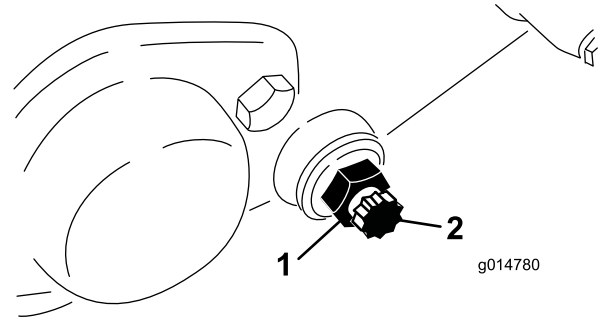

图62
3. 在机器的两侧，松开固定底刀架螺栓（图62）的锁紧螺母。
4. 拆下两个底刀架螺栓，向下拉动底刀架并从机器上拆下来。保存底刀架（图62）各端的2个尼龙和2个冲压钢垫圈。